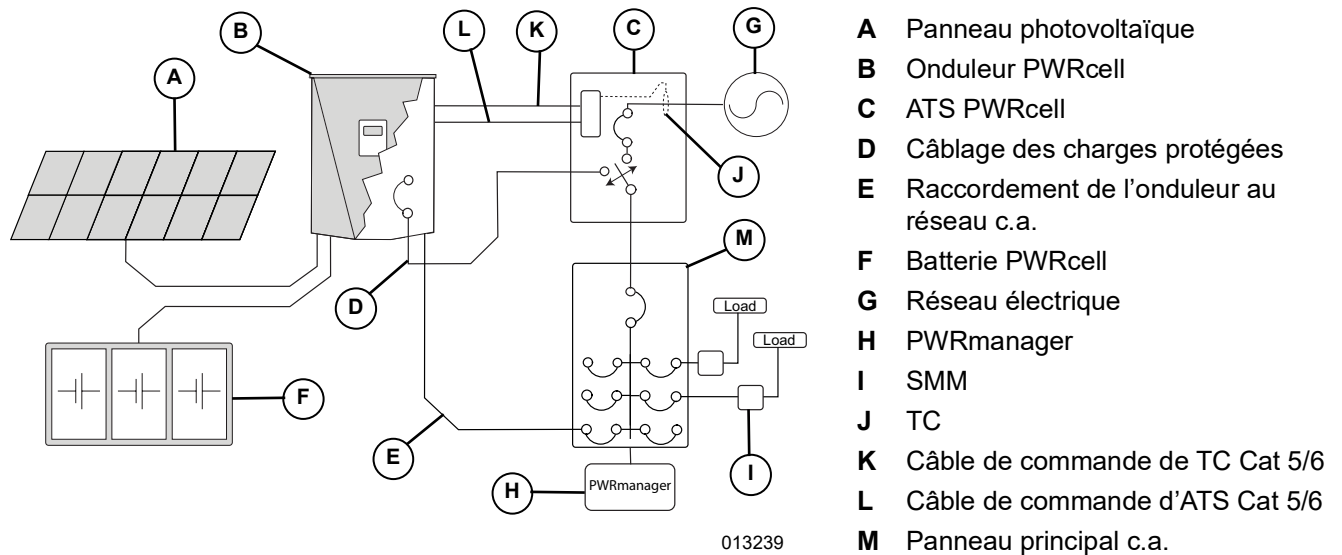

Figure 5-10. Alimentation de secours d'habitation entière
1. Voir Figure 5-10. Raccorder les conducteurs de branchement d'abonné aux bornes N de l'ATS PWRcell.